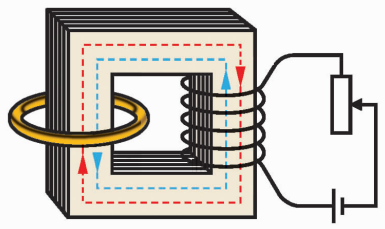

图 1-4-10
7. 如图 1-4-10 所示, 铁芯右边绕有一个线圈, 线圈两端与滑动变阻器、电池组连成回路. 左边的铁芯上套有一个半径为  $0.1 \text{ m}$ 、电阻为  $0.1 \Omega$  的金属环. 铁芯的横截面积为  $0.01 \text{ m}^2$ , 且假设磁场全部集中在铁芯中. 调节滑动变阻器的滑动头, 使铁芯中的磁感应强度每秒增加  $2 \times 10^{-3} \text{ T}$ . 求金属环中感应电流的大小和方向.